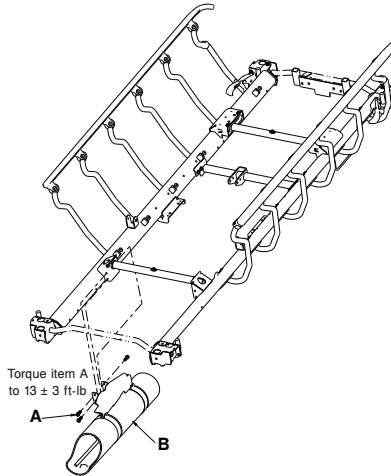

Figure 27 – Remplacement du porte-bouteille d'oxygène
3. À l'aide d'une douille de 1/2 po avec une extension de clé de 3/8 po et une clé à cliquet de 3/8 po, retirer les trois vis à tête hexagonale à embase (A) qui fixe le porte-bouteille d'oxygène (B) au châssis du plan de couchage sur le côté gauche du patient (Figure 27). Conserver les vis à tête hexagonale à embase.